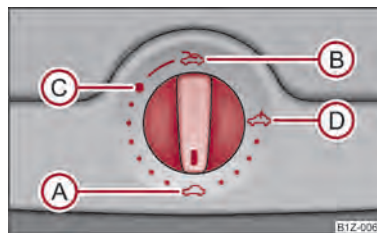

Fig. 22 Imagine din plafon: Comutator rotativ pentru trapa/plafonul glisant electric
Trapa/plafonul glisant se poate deschide și închide când contactul este pus, de la comutatorul rotativ ⇒ fig. 22. Comutatorul rotativ are mai multe poziții.
- Rotiți comutatorul în poziția **C** ⇒ fig. 22.
- Rotiți comutatorul în poziția **A** ⇒ fig. 22.
Trapa/Plafonul glisant este prevăzut cu protecție la suprasolicitare. Când închiderea este blocată de un obstacol (de exemplu gheața), trapa se oprește și se deschide complet. Puteți închide trapa/plafonul glisant fără activarea protecției la suprasolicitare apăsând comutatorul în poziția **A** ⇒ fig. 22 în față, până când trapa/plafonul glisant se închide complet ⇒ **!**
După fiecare acționare de urgență (cu cheia hexagonală) trapa trebuie adusă în poziția de bază. De aceea trebuie să rotiți comutatorul în poziția **(A)** ⇒ fig. 22 și să îl apăsați cca. 10 secunde. ■